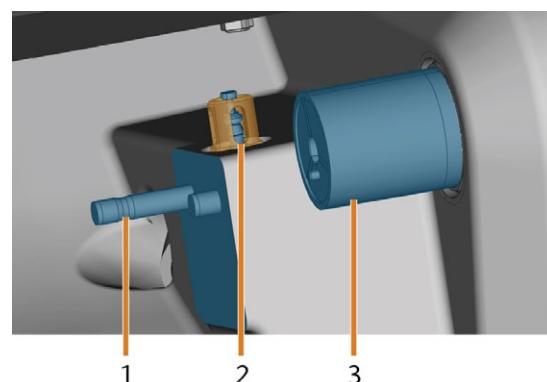

ABB. 67 WERKZEUGMAGAZINHALTER, MESSTASTER, BLOCKHALTER (IN BLAU)
4. Reinigen Sie den Messtaster mit dem feuchten Pinsel (Abb. 67 unten):